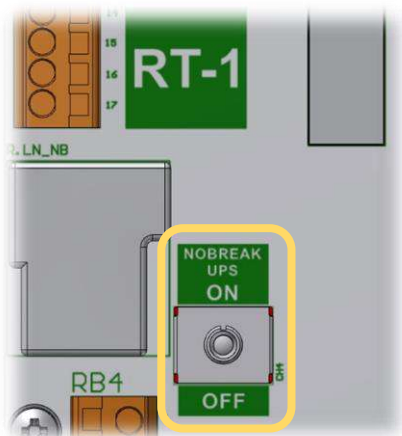

Figura 9: Chave NOBREAK UPS
- Posicione a chave “NOBREAK UPS” para “ON”, conforme Figura 9. Chave localizada na placa de circuito impresso denominada *PCI CTR-3-P3-FUNDO*, fixada internamente à caixa de controle;